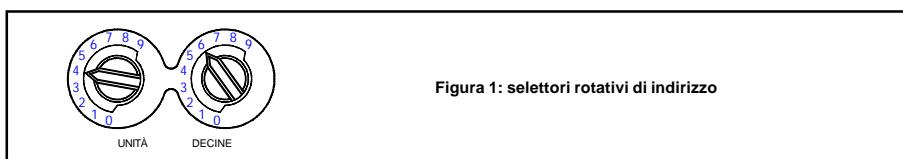

Figura 2: Posizionamento del Magnete.
- Posizionare il magnete (Accessorio M02-24, opzionale) sul bordo del sensore in prossimità della tacca test magnete (vedere figura 2).